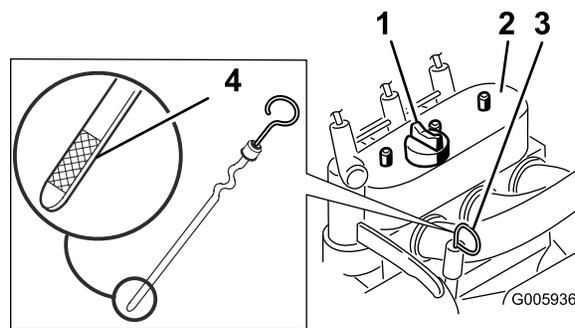

Рисунок 14
4. Очистите область вокруг отверстия для измерительного щупа (Рисунок 14).
5. Вытяните масломерный щуп и вытрите металлический конец начисто (Рисунок 14).
6. Вставьте щуп в масломерную трубку до упора (Рисунок 14).
8. В случае низкого уровня масла очистите область вокруг крышки для залива масла и снимите крышку (Рисунок 14).